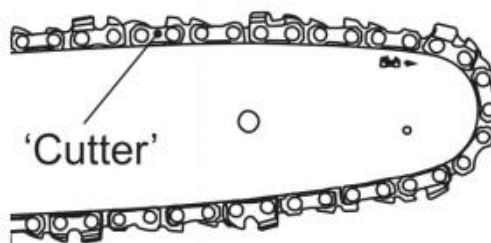

Fig. 8
4) Extienda la cadena de sierra (C12) con los bordes cortantes de la cadena apuntando en la dirección de rotación. Deslice la cadena de sierra (C12) en la ranura que rodea la barra guía (C13). Asegúrese de que la cadena de sierra (C12) esté instalada en el sentido de rotación correcto. (Fig. 8)